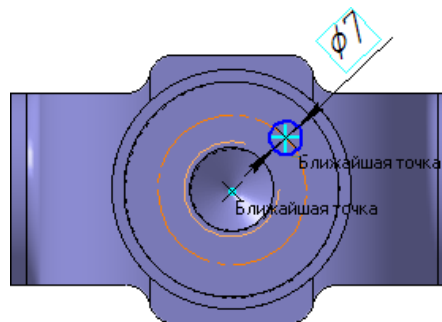

Рисунок 70
- С помощью привязки Ближайшая точка укажите центральную точку окружности и точку начала координат эскиза (рис. 70).